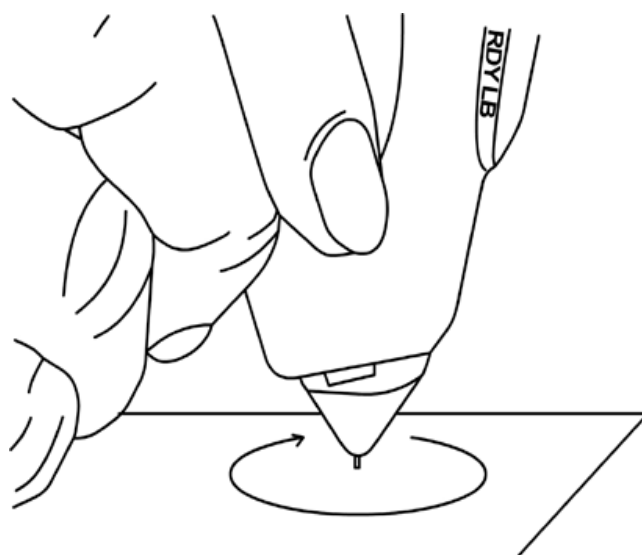

Рис.2.3.
- Возьмите щуп-ручку так, чтобы наконечник щупа находился под прямым углом (90°) к поверхности какого-либо листа бумаги или подставки для камней (если иное не предусмотрено). Аккуратно производим круговые движения прибором, при этом наконечник должен находиться внутри прибора (Рис. 2.3).